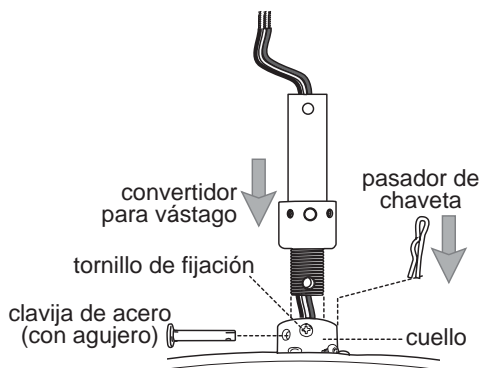

figura 3
3. Empezando en el extremo roscado del convertidor para vástago, pase el cableado del ventilador por el convertidor para vástago hasta que salga por el otro extremo. (Pueda que se necesite de un kit de extensión para cables, a la venta por separado, si es que está usando un vástago más largo.) (figura 3)
Introduzca el extremo roscado del convertidor para vástago dentro del cuello del bastidor del motor y alinee los agujeros. Vuelva a introducir la clavija de acero que se quitó del ventilador y luego instale el pasador de chaveta de nuevo. [Consejo útil: Es posible que se requiera el uso de un destornillador pequeño para mover los cables a un lado *ligeramente* para poder pasar la clavija de acero por los agujeros en el convertidor para vástago y el cuello completamente.] Apriete bien los tornillos de fijación en el cuello del motor para asegurar el convertidor para vástago. (figura 3)